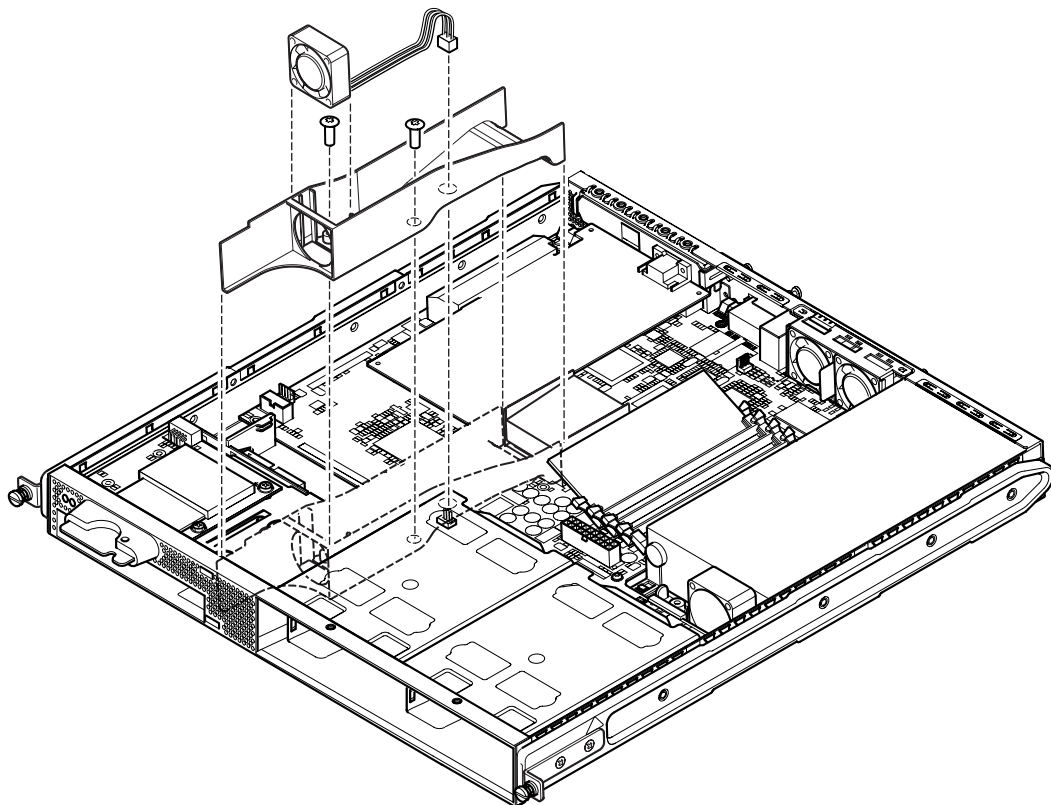

РИС. 11-6 Отсоединение и извлечение вентилятора 3
8. Отсоедините кабель питания вентилятора 3 (см. РИС. 11-6) и отверните два винта крепления воздуховода.
9. Выньте вентилятор и воздуховод из корпуса сервера (см. РИС. 11-6).